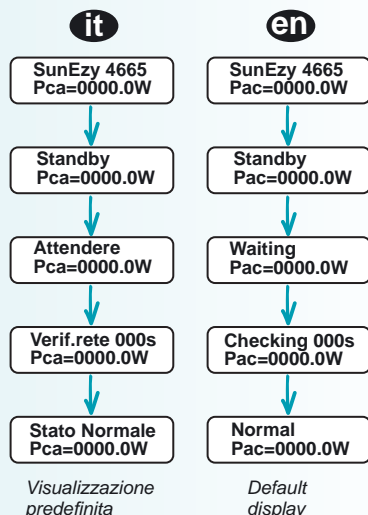

Fig. 14
- Se la tensione in corrente continua è sufficiente, l'inverter SunEzy visualizza in successione e in modo automatico le informazioni riportate nello schema sottostante (Fig. 14) a seconda della lingua impostata.